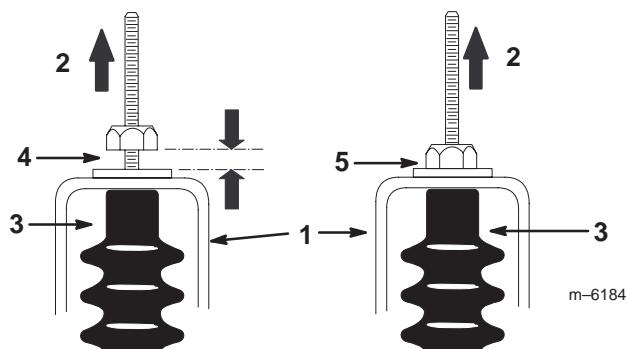

Bild 19
5. Ziehen Sie jeden Schaltzug nach oben, um sicherzustellen, dass zwischen der Mutter/Scheibe und der Leerlaufhalterung kein Abstand besteht (Bild 19). Ziehen Sie die Mutter fest, wenn ein Abstand besteht.